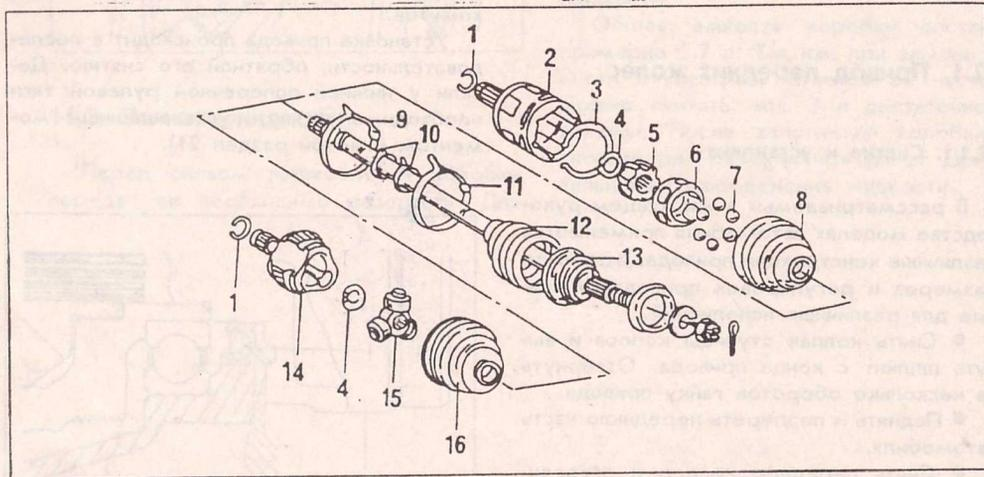

Рис. 191.
- Зажать приводной вал в тисках и снять отверткой хомут внутреннего шарнира (рис. 191). Снять чехол.